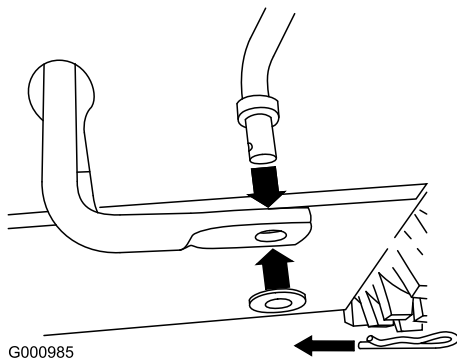

Figure 10
1. Retirez la goupille fendue et la rondelle à l'extrémité inférieure de la tige de commande de vitesse et insérez l'extrémité dans le bras de liaison inférieur de sorte que l'extrémité courbe de la tige de commande de vitesse soit dirigée vers l'arrière (Figure 10).